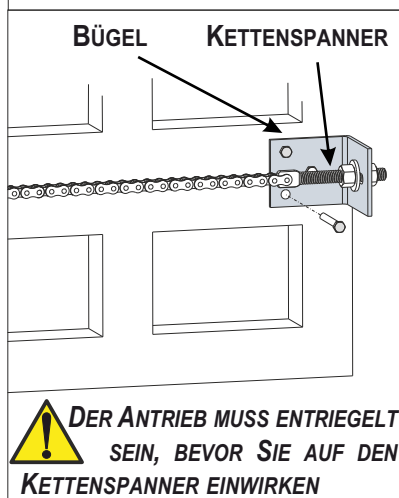

Abb. 20
**7.1.** Bringen Sie zwei stabile Bügel zur Befestigung der Kette an den beiden Enden des Tores an - Abb. 20
**7.2.** Montieren Sie den Kettenspanner an jeder Halterung, um die Kettenspannung einzustellen - Abb. 20